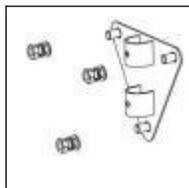
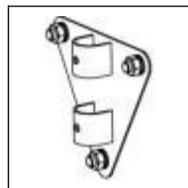

Fig.3 .
Fig.4 .
3) Installez le panneau mural (2) sur le mur et serrez l'écrou (3). L'utilisation d'une petite clé peut être nécessaire. Voir la (Fig. 3) (Fig. 4).